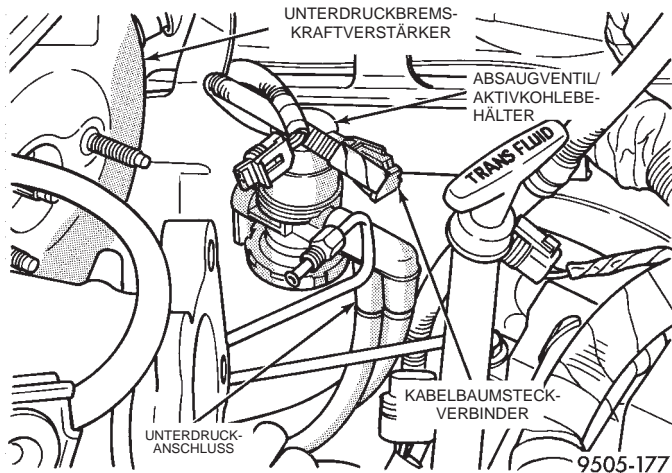
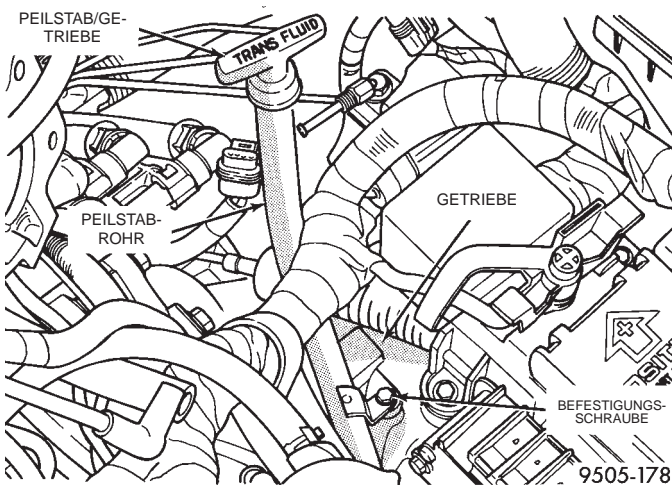

Abb. 111 Absaugventil/Aktivkohlebehälter
Abb. 112 Peilstabrohr/Getriebe
(12) Stehbolzen zur Montage des Hauptbremszylinders lösen.
(13) Dann den Hauptbremszylinder vom Unterdruckbremskraftverstärker abnehmen.
(14) Den Unterdruckanschluß und den Kabelbaumsteckverbinder vom Absaugventil/Aktivkohlebehälter abziehen (Abb. 111). Halterung und Absaugventil/Aktivkohlebehälter als Baugruppe aus dem Fahrzeug herausnehmen.
(15) Die Befestigungsschraube des Peilstabrohrs lösen (Abb. 112). Dann Peilstabrohr und Peilstab (Abb. 112) zusammen vom Getriebe abmontieren.
(3) Die Oberfläche des Bremspedalbolzens, dort wo er die Eingangskolbenstange des Bremskraftverstärkers berührt, mit Lubriplate oder einem gleichwertigen Produkt schmieren.
(4) Die Eingangskolbenstange des Bremskraftverstärkers mit dem Bremspedalbolzen verbinden und einen **NEUEN Halteclip** einsetzen. **Den alten Halteclip NICHT wiederverwenden. Einen NEUEN Halteclip verwenden.**
(5) Das Peilstabrohr an das Getriebe ansetzen (Abb. 112). Befestigungsschraube des Peilstabrohrs eindrehen und gut festziehen (Abb. 112).
(6) Die Unterdruckschläuche an das Rückschlagventil am Unterdruckbremskraftverstärker anschließen.
(7) Das Absaugventil/Aktivkohlebehälter (Abb. 111) an den linken Federbeindom ansetzen und die Befestigungsschraube gut festziehen. Dann Unterdruckanschluß richtig verlegen und zusammen mit dem Kabelbaumsteckverbinder (Abb. 111) an das Absaugventil/Aktivkohlebehälter anschließen.
(8) Hauptbremszylinder auf die Stehbolzen am Bremskraftverstärker setzen und dabei die Kolbenstange am Bremskraftverstärker mit dem Kolben des Hauptbremszylinders ausrichten.